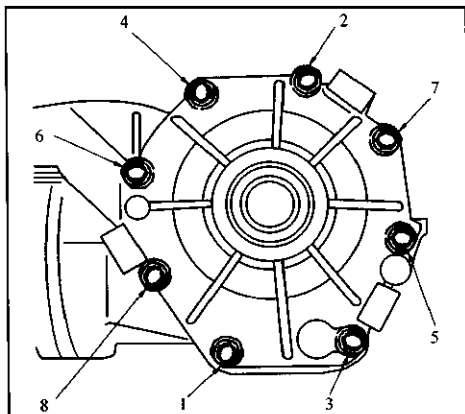

图 7-3-1 端盖拧紧顺序
(1) 用密封件冲头 C-4657 和手柄 C-4171 或类似工具,安装好密封件使弹簧侧朝向齿圈,嵌入密封件直到其底部靠在分动箱凸缘上。
(2) 安装好输入轴和抛油环。
(3) 把 Mopar Gasket 4318081. Loctite Gasket Eliminator 518 或类似密封剂涂到端盖密封表面上,然后安装好,确保不损坏输入轴盖密封件。
(4) 用密封件安装工具 MD998803 或类似工具,安装好端盖密封件,使弹簧侧朝向工具。
(5) 用轴承安装工具 6522 或类似工具,安装好端盖轴承。
(6) 安装好端盖,用 28 N·m 的力矩拧紧安装螺栓,参见图 7-3-1 端盖拧紧顺序。
(7) 检查并视需要加注油液。